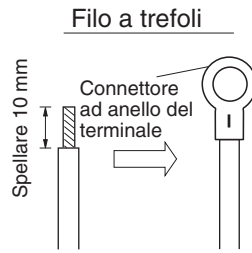
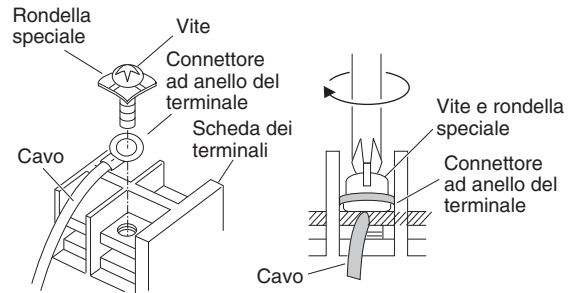

Fig. 4-7
Fig. 4-8
- (1) Tagliare l'estremità del cavo con tronchesi, quindi togliere l'isolamento per esporre il conduttore per circa 10 mm ed attorcigliarne i trefoli. (Fig. 4-7)
- (2) Con un cacciavite a croce rimuovere la vite e le rondelle dalla scheda dei terminali.
- (3) Fissare bene con delle pinze l'estremità denudata di ciascun cavo ad un terminale.
- (4) Mettere l'anello in posizione, quindi rimettere a posto e stringere la vite rimossa dal terminale usando un cacciavite. (Fig. 4-8)